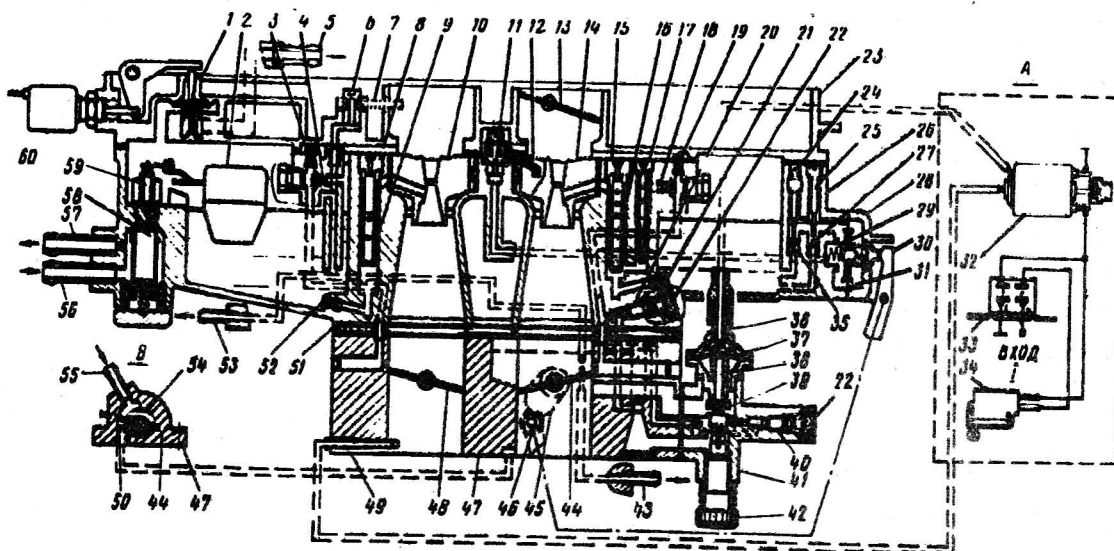

Рис. 26. Схема карбюратора:
**Карбюратор К151\*** (рис. 26) состоит из трех основных разъемных частей, соединенных через уплотняющие прокладки винтами. Верхняя часть крышки карбюратора включает воздушный патрубок, разделенный на два канала, с воздушной заслонкой в канале первичной секции; средняя часть состоит из поплавковой и двух смесительных камер и является корпусом карбюратора. Обе части отлиты из цинкового сплава. Нижняя часть — корпус дроссельных заслонок, включающая смесительные патрубки с дроссельными заслонками первичной и вторичной секций карбюратора, отлита из алюминиевого сплава. Прокладка между средней и нижней частями карбюратора является уплотнительной и теплоизоляционной.
Система отключения подачи топлива вступает в работу на режиме принудительного холостого (торможение двигателем), когда нет необходимости в подаче топлива в двигатель. Тем самым обеспечивается экономия топлива и уменьшается выброс токсичных веществ в атмосферу. Система отключения подачи топлива состоит из электронного блока 33 управления (см. рис. 26), микропереключателя 34, электромагнитного клапана 32 и экономайзера принудительного холостого хода. Микропереключатель и экономайзер принудительного холостого хода размещаются на карбюраторе, электромагнитный клапан — на крыле микроавтобуса, а блок управления — в салоне микроавтобуса.